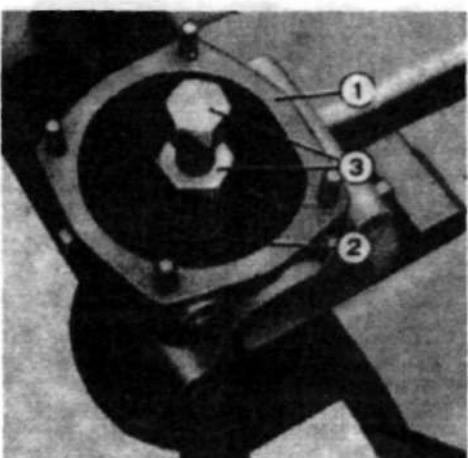

Рис.2.6. Снятие крыльчатки водяного насоса с помощью специального инструмента (раздел 9):
6. Если требуется полная разборка насоса, следует выполнить следующее. С помощью подходящего съемника (см. рис.2.6) снять крыльчатку насоса с ведущего вала.